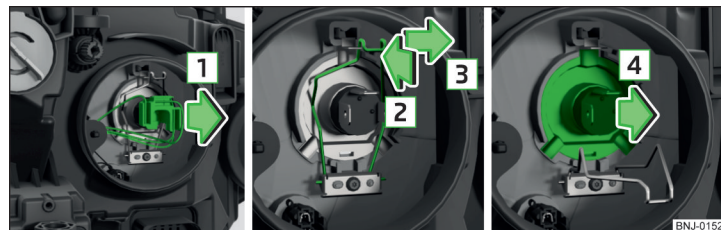

Рис. 208 Демонтаж лампи ближнього та дальнього світла.
- Натисніть на фіксатор штекера і, похитуючи, витягніть штекер у напрямку стрілки **1** » *Рис. 208*.